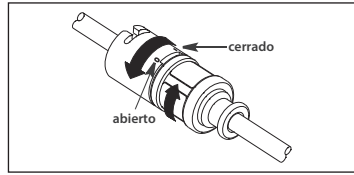

Figura 9
- Si utiliza un protector de contaminación del catéter con un adaptador TwistLock, gire la mitad superior del conector distal en sentido horario para bloquear el catéter en su sitio. Recolecte el extremo proximal del protector del catéter según desee. Gire las mitades superior e inferior en direcciones opuestas para bloquearlo en su sitio. Pruebe el adaptador tirando suavemente del catéter para asegurarse de que sujeta correctamente el catéter (consulte la figura 9).